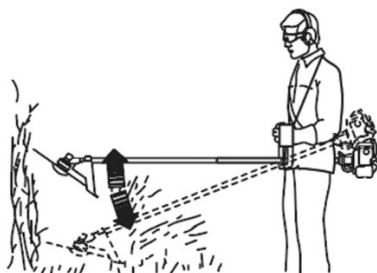

Рисунок 15. Схема скошування зарості бур'янів, очерету, чагарників.
3. Здійснити скошування заростів стебла (діаметром до 13 мм) невеликими частинами, рухаючи різальний дисковий ніж зверху донизу (рис. 15).